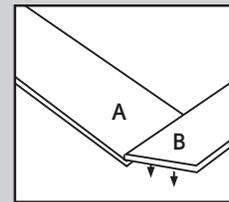

Fig. 4a
4. Coloque un tablón «A» y un tablón «B» como se muestra a continuación. Inclíne el borde principal del tablón B, deslice las juntas hasta unirlas y vuelva a colocar el tablón en horizontal (Fig. 4a y 4b).